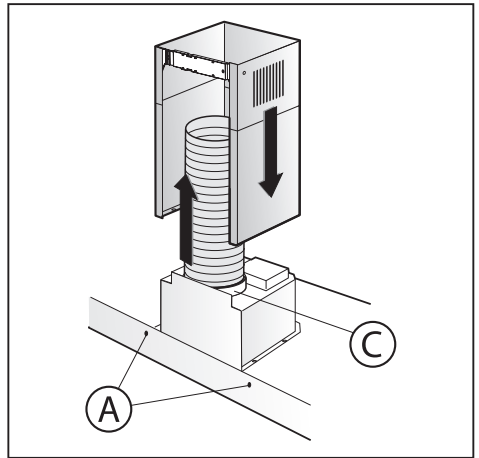

Fig.3
- A regolazione avvenuta fissare la cappa definitivamente tramite le 2 viti A (Fig.3).
- Collegare, mediante un tubo di raccordo, la flangia **C** al foro evacuazione aria (Fig.3).